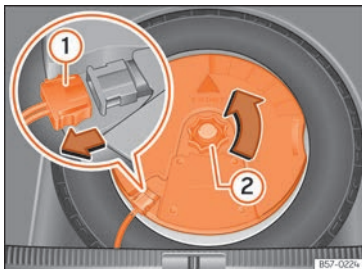

Abb. 292 Im Gepäckraum: Subwoofer ausbauen.
- Klemmen Sie das *Subwoofer*-Lautsprecherkabel ab »» **Abb. 292 ①**.
- Drehen Sie das Befestigungshandrad entgegen dem Uhrzeigersinn heraus »» **Abb. 292 ②**.